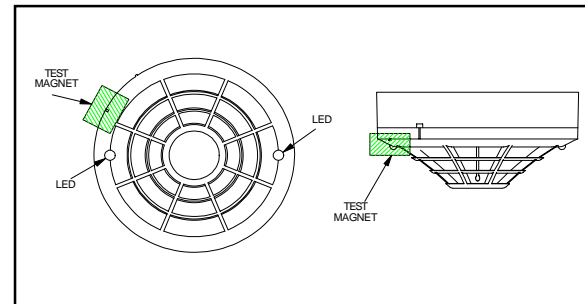

Abbildung 2. Positionieren des Testmagneten
1. Der Melder wird getestet, indem der optionale Testmagnet etwa 2 cm von der LED entfernt gegen den Melderkörper im Uhrzeigersinn positioniert wird, so wie es in Abbildung 2 gezeigt ist.